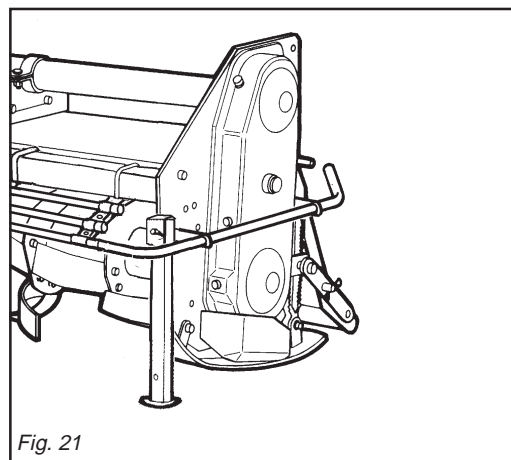

Fig. 21
- 1- *Position the support foot as shown in the figure 21.*
- 1- Den Stützfuß wie in Abb. 21 gezeigt anordnen.
- 1- *Placer le pied d'appui (voir figure 21).*